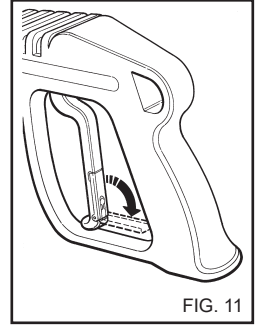

FIG. 11
- Stäng fästets skyddskåpa när rengöringsmaskinen inte används. (fig. 11)